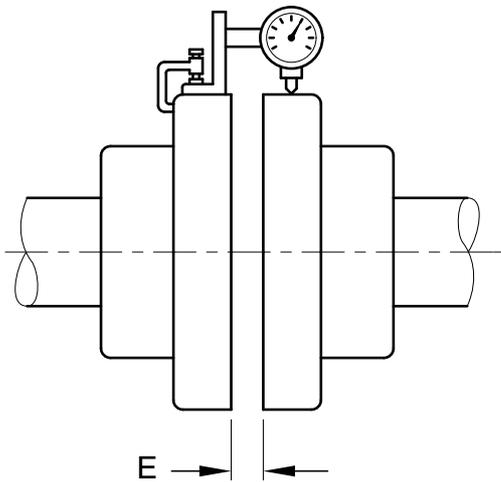

Figure 8: Mesure radiale (centrage)
4.2.3.2 Mesures radiales (Figure 8)